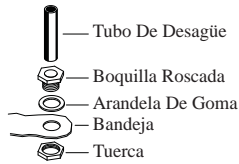

Fig. 4
- **Instale el montaje de desagüe.** Pase la boquilla roscada por el agujero de la bandeja, colocando la arandela de goma entre la bandeja y la cabeza de la boquilla (fig. 4). Coloque la tuerca en la boquilla y atorníllela hasta que quede apretada contra la parte inferior de la bandeja. Inserte el tubo de desagüe en la boquilla para retener el agua. El tubo de desagüe se puede quitar para desaguar el agua de la bandeja cuando sea necesario. Se puede conectar una manguera de jardín a la boquilla para desaguar el agua hacia otra parte.